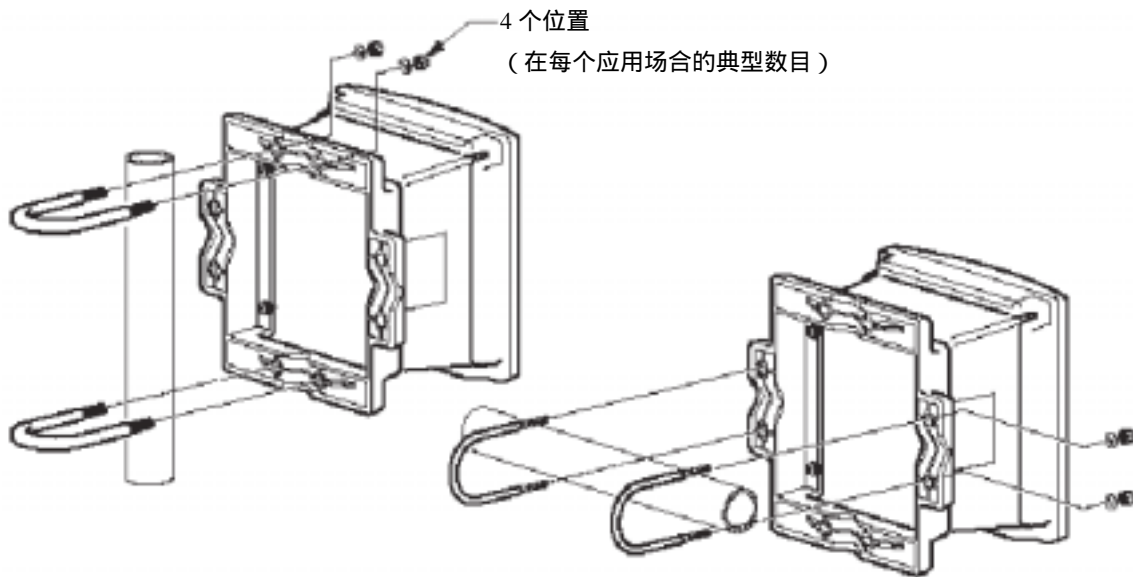

图 29 采样器序列生成器的杆式安装
3. 将 U 形螺钉的弯曲部分放在杆后，将螺钉的螺纹端插入到安装支架上的两个中心孔中，参见图 29。